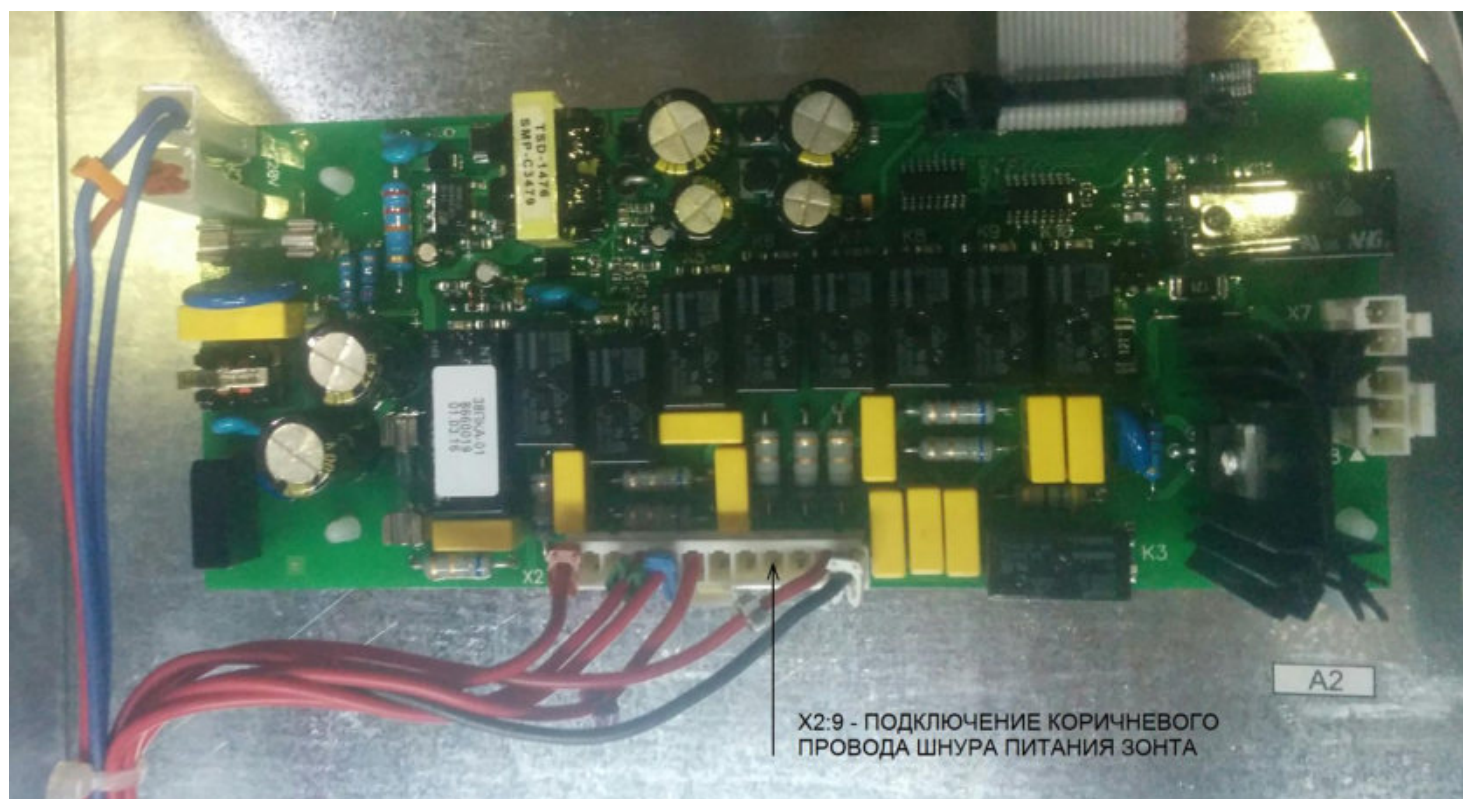
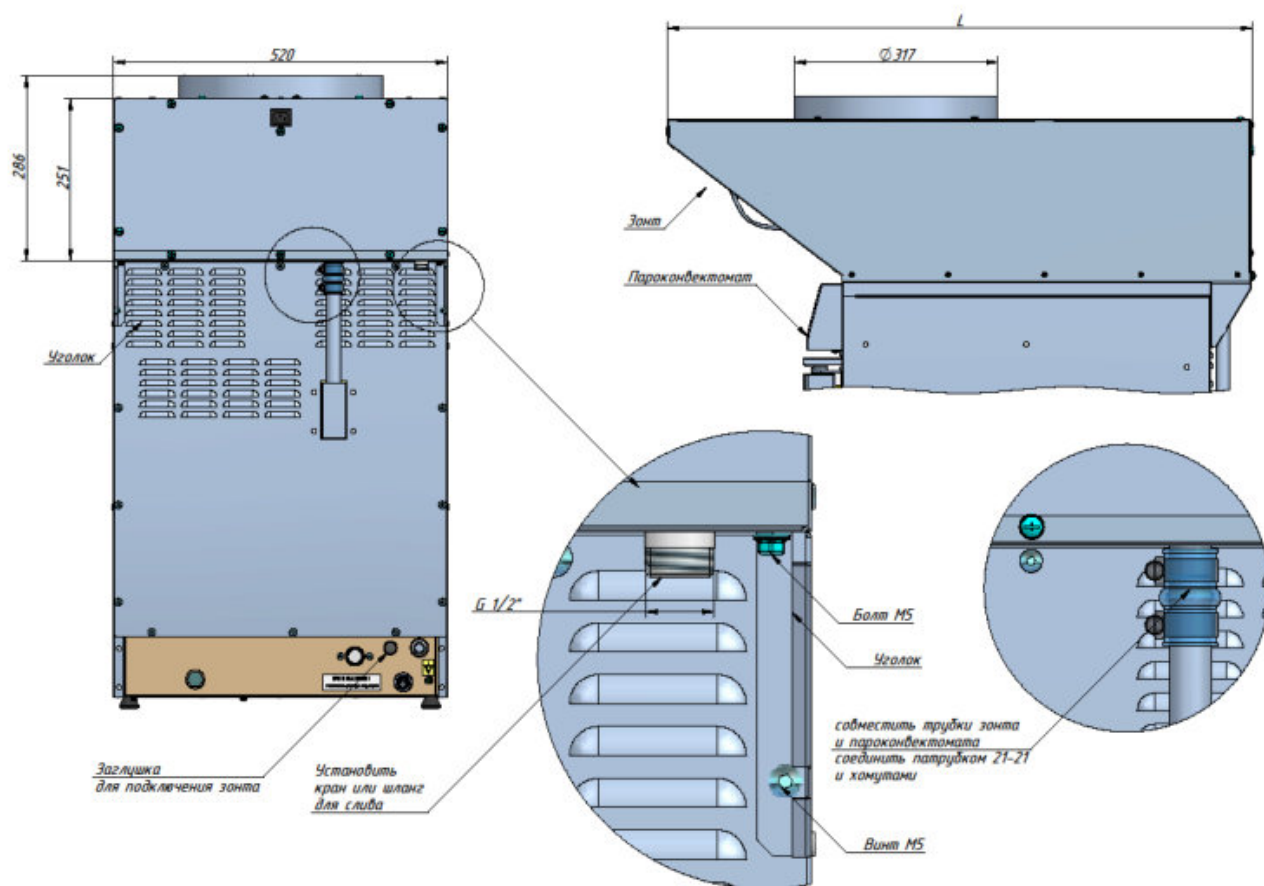

Рис.1 Подключение к блоку управления контроллера
Рис.2 Установка зонтов ЗВВ-600 и ЗВВ-700 на пароконвектомат
- коричневый провод шнура питания (L) подключить к разъему X2:9 блока управления контроллера (рис. 1);
- синий провод шнура питания (N) подключить к автоматическому выключателю QF2:2;
- установить зонт ЗВВ-600 и ЗВВ-700 на пароконвектомат ПКА6-1/2П и ПКА6-1/3П: необходимо совместить трубку вывода пара из камеры пароконвектомата с трубкой (без резьбы) в ванной зонта и соединить патрубком и двумя хомутами (рис.2);